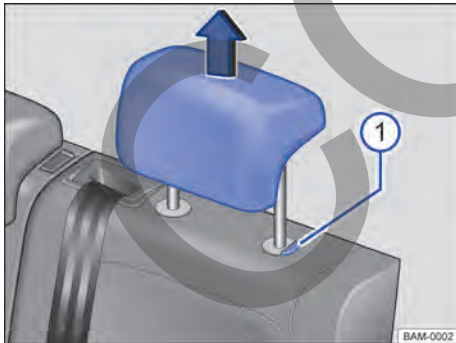

Fig. 72 Apoyacabezas traseros: desinstalar.
- Retirar el apoyacabezas con el botón → fig. 72 ① presionado.
- Empujar hacia abajo el apoyacabezas con el botón → fig. 72 ① presionado.